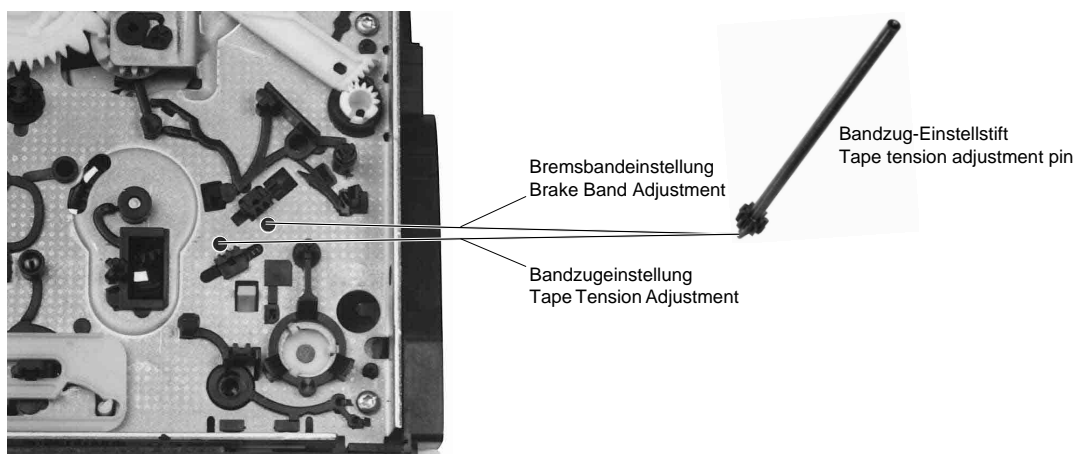
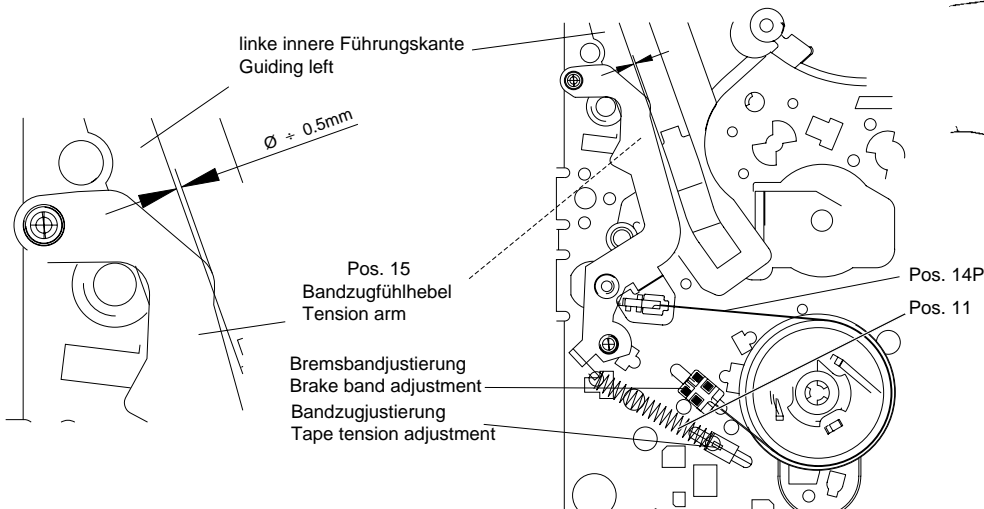

Fig. 26
Fig. 27
- Mittels Bandzug-Einstellwerkzeug (von der Unterseite des Laufwerks, Fig. 26) das Bremsband (Fig. 27, Pos. 14P) so einstellen, daß die Nase des Bandzugfühlers (Pos. 15) deckungsgleich mit der linken inneren Führungskante der Führung links ist (Fig. 27).
- Mit dem Bandzug-Einstellwerkzeug die Feder (Fig. 27, Pos.11) auf einen Bandzug von $0,24N \pm 0,02N$ ($24g \pm 2g$) einstellen.
- Adjust the brake band (Fig. 27, Pos. 14P) by means of the tape tension adjusting tool (from the underside of the tape deck, Fig. 26) so that the edge of the elbow of the tape tension arm (Pos. 15) overlaps with the left inner edge of the left guide (see Fig. 27).
- Adjust the spring (Fig. 27, Pos.11) to a tape tension of $0.24N \pm 0.02N$ ($24g \pm 2g$) by means of the tape tension adjustment tool.